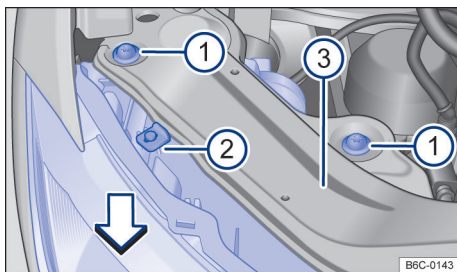

Fig. 130 No compartimento do motor: parafusos de fixação do farol dianteiro.
- Remover os parafusos de fixação → Fig. 130 ① com o auxílio de uma chave torx.
- Mover o farol para frente, no sentido da seta → Fig. 130, até que os dois cliques da parte inferior desencaixem e possibilite a remoção do farol.
- Desencaixar o conector de alimentação, para remover totalmente o farol → ①.
- Recolocar o farol cuidadosamente até que os dois cliques inferiores encaixem e o batente superior → Fig. 130 ② encoste no suporte do farol ③.
- Recolocar os parafusos de fixação ① na carcaça do farol.
- Pressionar o farol contra o batente central superior ② e apertar os parafusos ① com a chave torx.